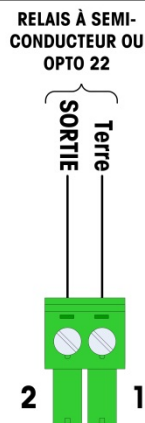

Figure A-44 : Connecteur de sortie discrète du capteur analogique
- Pour un câble à quatre fils standard : Si une augmentation des résultats de pesées est accompagnée d'une réduction des poids sur l'affichage, inverser les fils de signal (+SIG et -SIG). La Figure A-44 illustre les définitions du câblage sur le connecteur de sortie discrète du capteur.